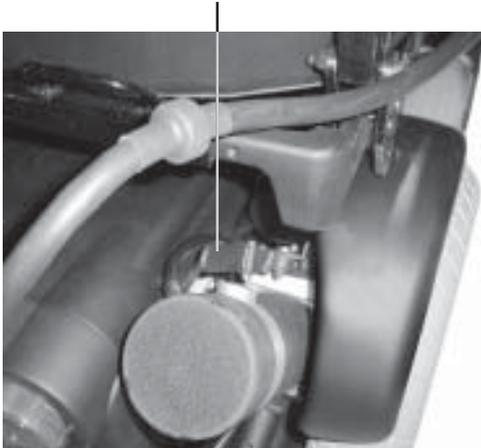

Abbildung 7. Freilaufmodus (Antrieb deaktiviert)
1. Drücken Sie die Enden des manuellen Freilaufhebels zusammen und ziehen Sie den Hebel einwärts um in den Freilaufmodus zu schalten (Antrieb deaktiviert). Siehe Abbildung 7.